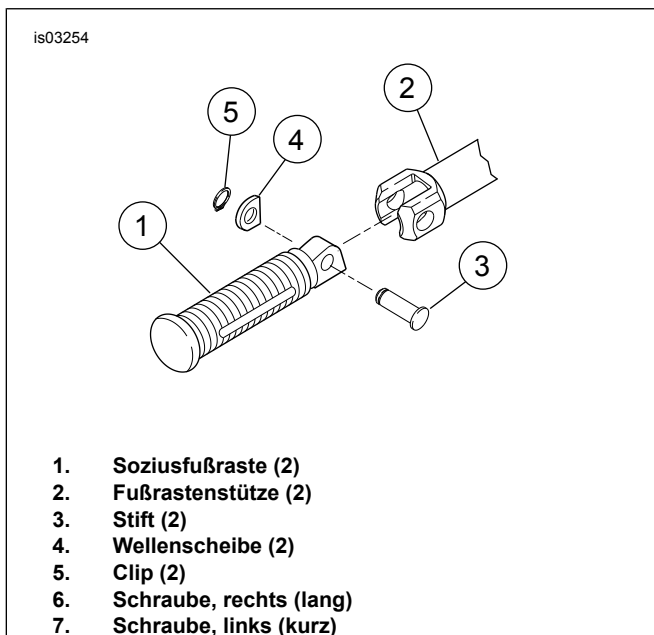

Abbildung 5. Soziusfußrastenstütze (rechte Seite)
2. Siehe Abbildung 5. Die Soziusfußraste (1) von der Fußrastenstütze (2) entfernen, indem der Stift (3), die Wellenscheibe (4) und der Clip (5) entfernt werden. Die Teile für den Einbau des Satzes aufheben.
1. Siehe Abbildung 5. Die Fußrastenstütze (2) mit dem Loch im Rahmen ausrichten.
1. Siehe Abbildung 5. Die Fußrastenstütze (2) mit der Öffnung in der Schalldämpferhalterung ausrichten.
1. Siehe Abbildung 5. Die Soziusfußraste (1) mit dem Original-Stift (3), der Wellenscheibe (4) und dem Clip (5) an der Fußrastenstütze (2) befestigen.